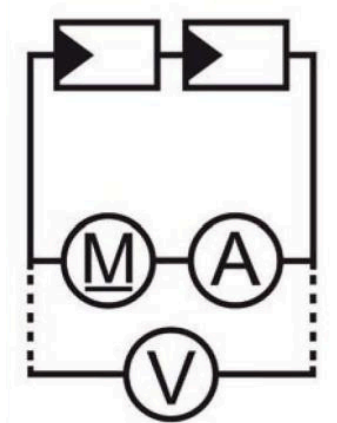
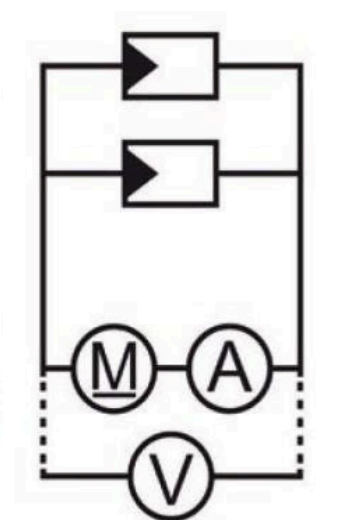

Fig. 3.3: diagrama eléctrico de la conexión en serie.
Fig. 3.5: diagrama eléctrico de la conexión en paralelo.
4. Conectar las dos células solares disponibles de forma que logren la máxima tensión o la máxima intensidad. Tener en cuenta que en la **conexión en serie** (Fig. 3.3 y 3.4) el polo positivo de una célula solar debe estar conectado al polo negativo de la otra célula solar; si se trata de una **conexión paralela** (Fig. 3.5 y 3.6) deben estar conectados el polo positivo con el positivo y el negativo con el negativo.